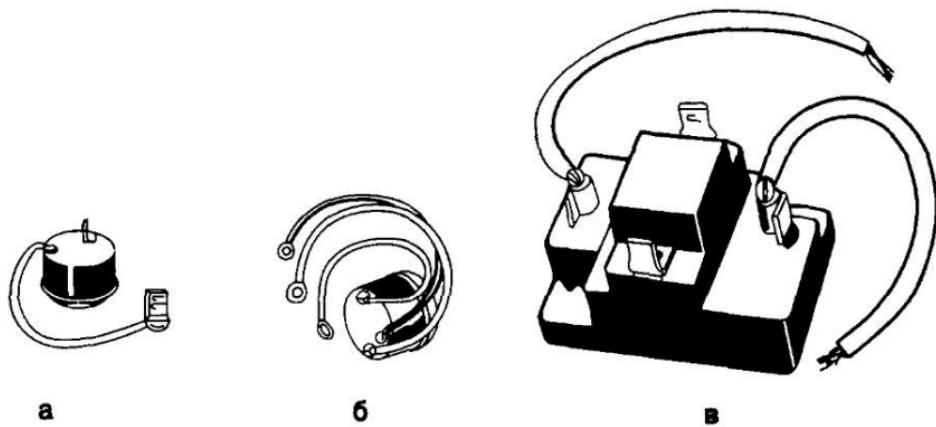
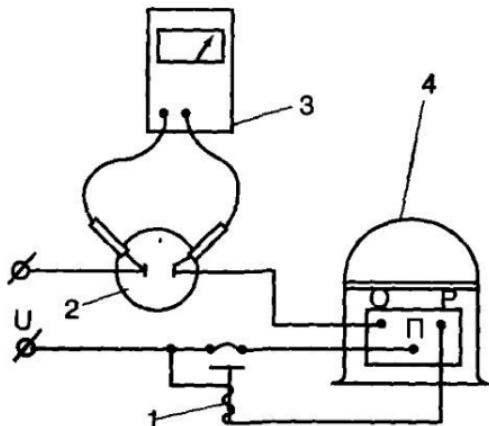

Рис. 9. Защитные реле герметичных компрессоров с двумя (а), тремя (б) и четырьмя (в) клеммами
Рис. 10. Проверка защитного реле с двумя клеммами вольтметром:
4.1.6. Защитные реле перегрузки, которые устанавливают снаружи компрессора, бывают с двумя, с тремя и с четырьмя клеммами (рис. 9). Для проверки реле с двумя клеммами амперметр подключают к общему проводу компрессора. Включают компрессор и наблюдают за показаниями амперметра. Амперметр должен показать резкий скачок тока, превышающий примерно в 6 раз номинальный ток потребляемый электродвигателем компрессора, который затем должен снизится до заданной или более низкой величины. Если срабатывает защитное реле, то оно неисправно. Если сила тока остается выше номинальной величины для данного двигателя, то в цепи имеется перегрузка. Чтобы убедиться в выключении электродвигателя из-за срабатывания защитного реле поступают следующим образом. Когда компрессор выключен, к клеммам реле подключают вольтметр (рис.10). Если контакты защитного реле разомкнуты, то вольтметр показывает наличие напряжения. При отсутствии напряжения неисправность объясняется другой причиной.